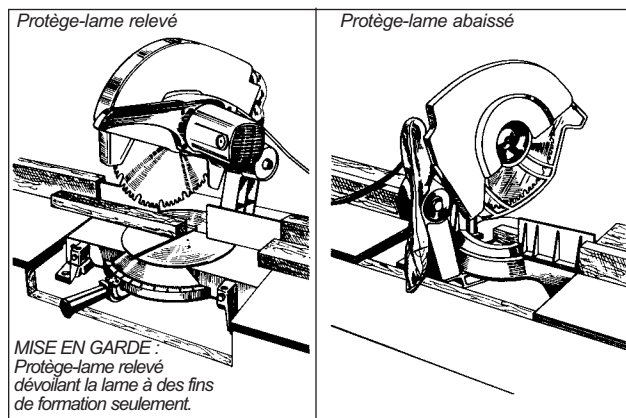

Figure 165 – Certaines tronçonneuses articulées de grande taille peuvent nécessiter des précautions supplémentaires.
- Avec certaines tronçonneuses articulées plus volumineuses (figure 165), des précautions supplémentaires s'imposent à cause du couple formidable qu'elles peuvent produire.